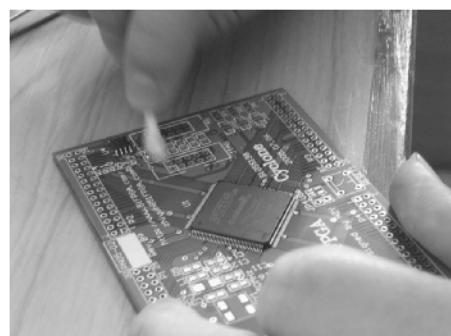

图 1-14 酒精清洗电路板
(5) 酒精清洗电路板：用棉签擦拭电路板，主要是将助焊剂擦拭干净即可。如图 1-14 所示。